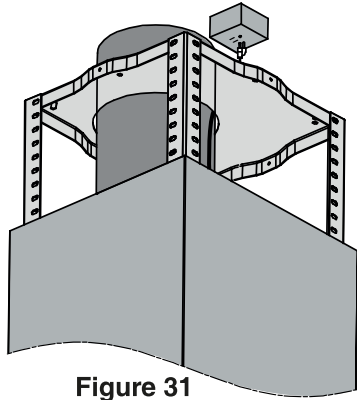

Figure 31
- Raccorder le conduit à la sortie (voir la figure 31).
- Faire passer la corde dans l'ouverture et la brancher sur la prise (voir la figure 31). Pour une installation plus soignée sur le plan esthétique, vous pouvez faire installer la prise à même le plafond par un électricien qualifié.